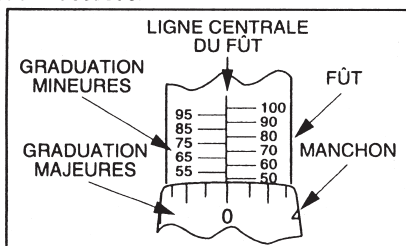

Fig. 2 - Couple réglé à 50
3. Tout en maintenant la bague de verrouillage à la position déverrouillée, tourner la poignée ou le fût pour régler la clé au couple désiré, comme montré dans les Figures 2 et 3 ci-dessous.